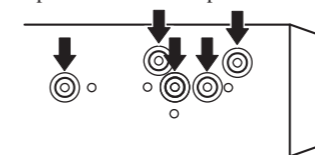
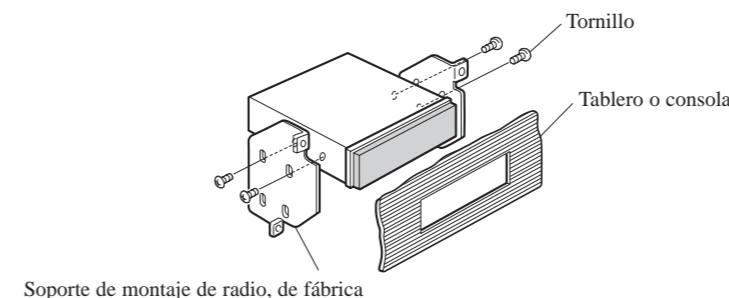

Fig. 8
Fig. 9
**2. Fijación de la unidad en el soporte de montaje de radio, de fábrica. (Fig. 8) (Fig. 9)**